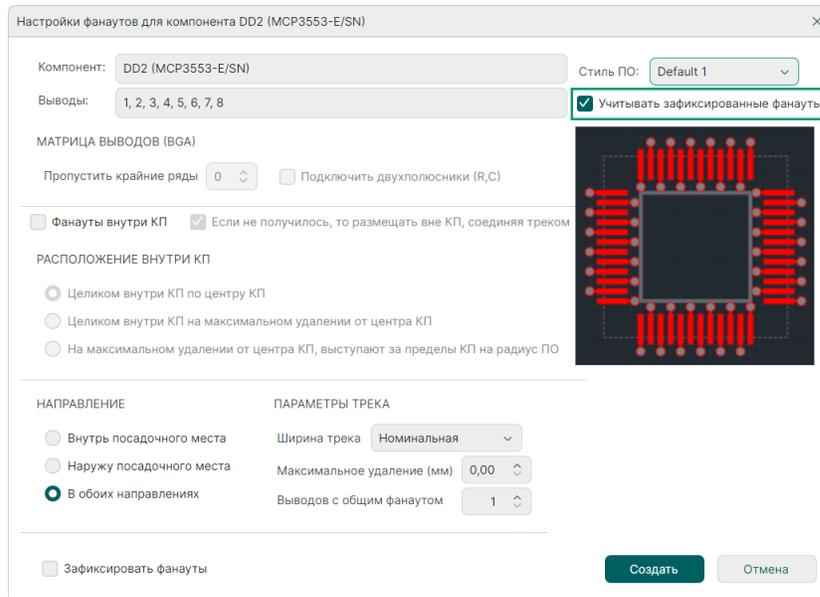

Рис. 329 Учет зафиксированных существующих фанатов
- Учет зафиксированных существующих фанатов при построении новых, с помощью установки флага в чек-боксе «Учитывать зафиксированные фанаты», см. Рис. 329.